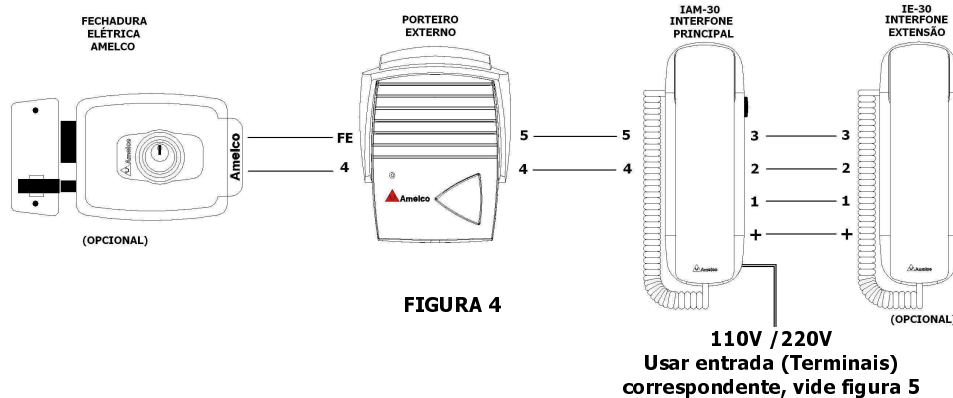

FIGURA 4
A instalação é simples, basta ter dois fios para a ligação do sistema, vide figura 4. Um fio deve ser ligado no **TERMINAL (5)** do interfone e no **TERMINAL (5)** do porteiro. O outro fio deve ser ligado no **TERMINAL (4)** do interfone e no **TERMINAL (4)** do porteiro.
Se for instalar fecho ou fechadura eletromagnética ligue os fios nos **TERMINAIS (4)** e **(FE)** do porteiro, vide figura 4 e tabela de especificações dos fios.
Se desejar colocar extensão deverá ser usado quatro fios interligando os **TERMINAIS (+), (1), (2) e (3)** do Interfone principal (IAM-30) para o Interfone extensão (IE-30), vide figura 4 e tabela de especificações dos fios.